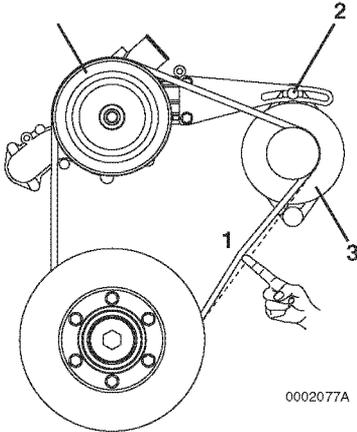

Abbildung 5
1. Spannung des Keilriemens durch Eindrücken in der Riemenmitte (**Abbildung 5, (1)**) mit etwa 98 N, 10 kgf (22 lbf), prüfen.
2. Keilriemenspannung einstellen, wenn die Durchbiegung größer ist. Stellschraube (**Abbildung 5, (2)**) lösen und Generator (**Abbildung 5, (3)**) verschieben, um die Keilriemenspannung einzustellen.